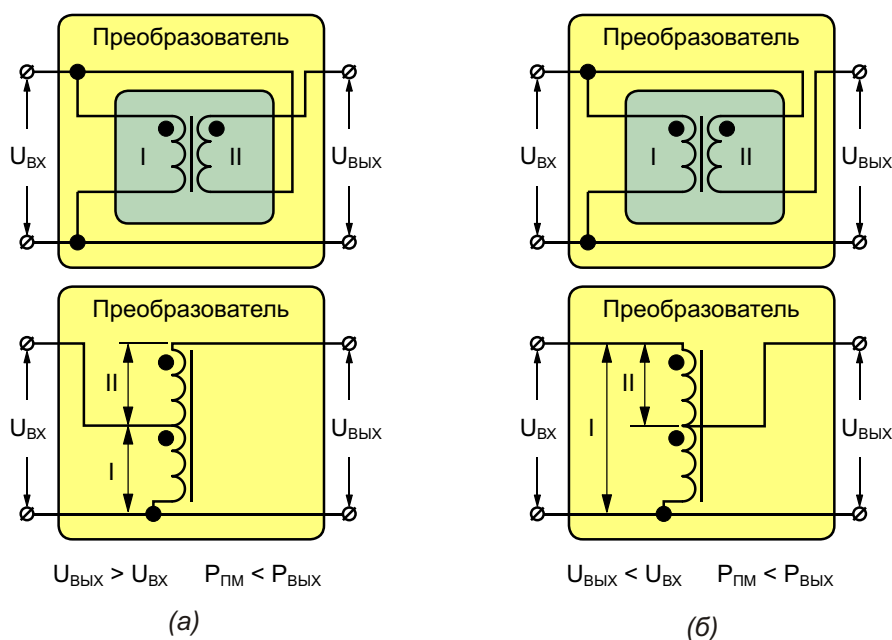
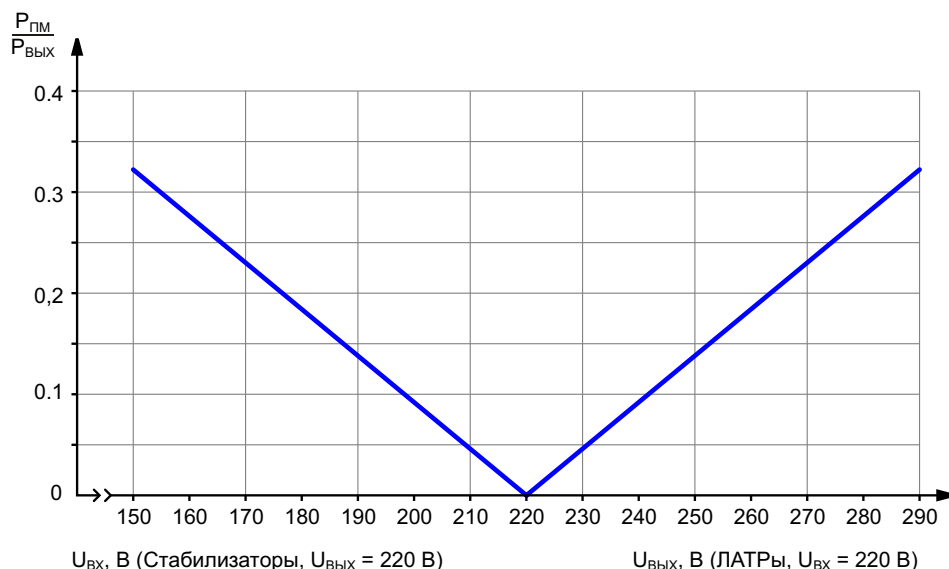

Рисунок 3. Изменение величины входного напряжения с помощью автотрансформатора в сторону увеличения (а) и уменьшения (б).
Рисунок 4. Зависимость преобразуемой мощности от величины входного (для стабилизаторов) и выходного (для ЛАТРов) напряжения.
чаще всего используются автотрансформаторы (Рисунок 3). Принцип работы автотрансформатора аналогичен трансформатору, за исключением того, что через его магнитное поле проходит не вся мощность нагрузки, а только ее часть, которую можно определить по формуле (1). Использование автотрансформатора дает значительный выигрыш в массе и габаритах, особенно, если разница между входным и выходным напряжениями невелика. Так, например, в диапазоне входного (для стабилизаторов) или выходного (для ЛАТРов) напряжения от 150 В до 290 В величина преобразуемой мощности (мощности автотрансформатора) не превышает 35% от мощности нагрузки (Рисунок 4).